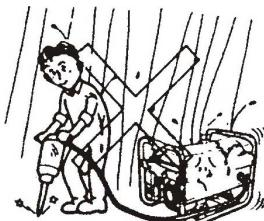

Figura 2
6.2 Não use a unidade em condições húmidas (Figura 2)